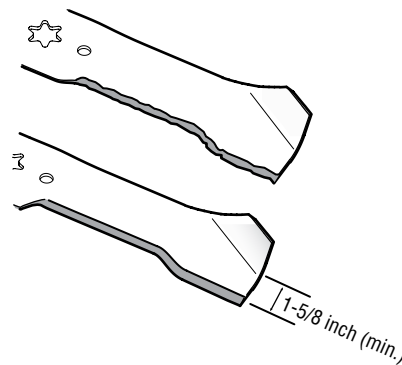

Figura 4-12
**IMPORTANTE:** Se a borda de corte da lâmina já tiver sido afiada até 1-5/8" - 38 mm - da borda, ou se ela apresentar qualquer falha, substitua as lâminas com outras novas. Veja Figura 4-12.